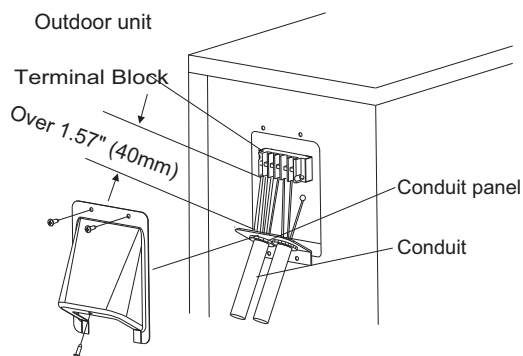

Fig. 22 —Field Wiring
5. Connect the conduit to conduit panel (see Fig. 22).